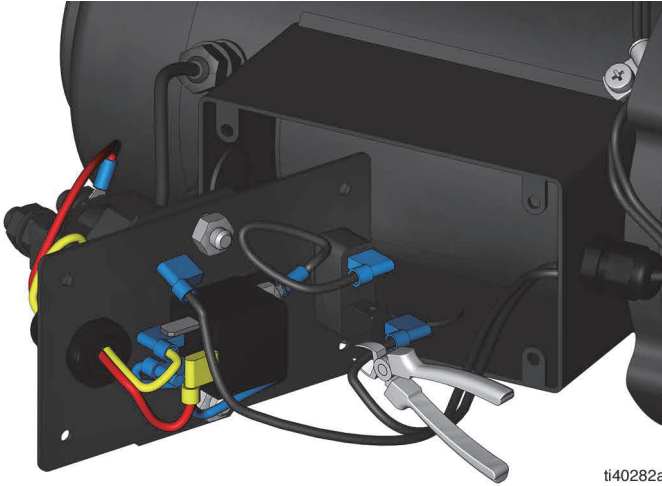

図 30
9. 圧カスイッチ ワイヤーのコネクタを切り離します（図 30）。